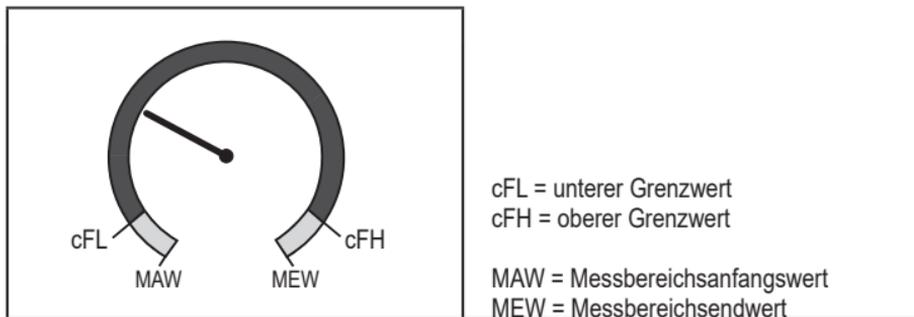

Abb. 2: Farbeeinstellung Fensterfunktion
- Farbwechsel von rot nach grün oder umgekehrt (Abb. 2):